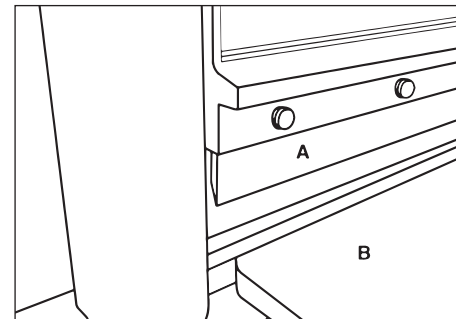

FIGURE 9
2. Une fois le couteau a été aiguisée ou remplacé, il peut être ré-installé. Placez le couteau (Fig. 9-A)
avec son côté à plat face à la table (Fig. 9-B). Assurez-vous que la surface de montage et le couteau sont propres, ré-installez le couteau avec les sept vis à tête hexagonaux retirées précédemment en utilisant la clé hexagonale fournie.